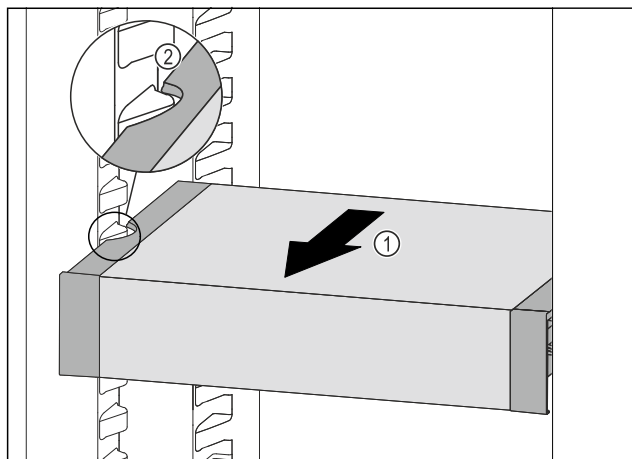

Fig. 111
- Tirare VarioSafe in avanti Fig. 111 (1) fino a quando le cavità laterali di VarioSafe non si trovano al livello della nervatura del contenitore nel vano frigorifero. Fig. 111 (2)